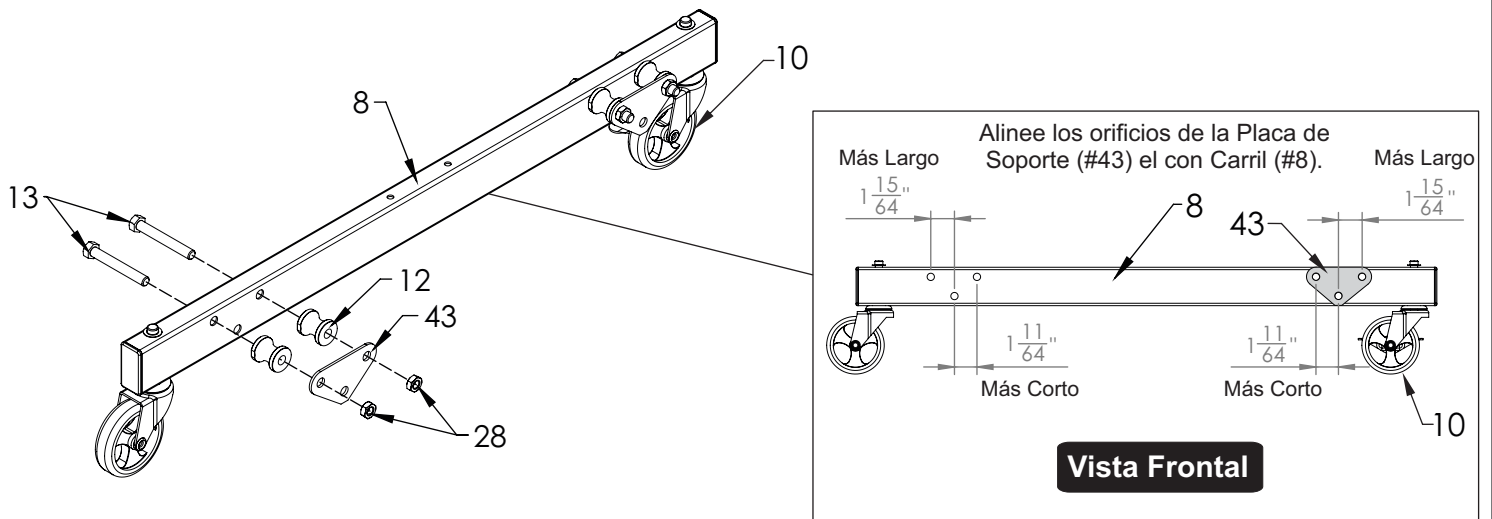

Figura 2
2. Coloque las placas de soporte (#43) en el Carril (#8) para alinear los orificios, la distancia entre los orificios centrales de los orificios laterales es diferente, vea la **Figura 2** y la **Vista Frontal**. Junte los Carretes (#12) y las Placas de Soporte (#43) del lado del Carril **sin** el logotipo, con los Tornillos (#13) y las Tuercas (#28) **pero no los apriete completamente**. Vea la **Figura 2**. Repita el paso para el segundo Carril.